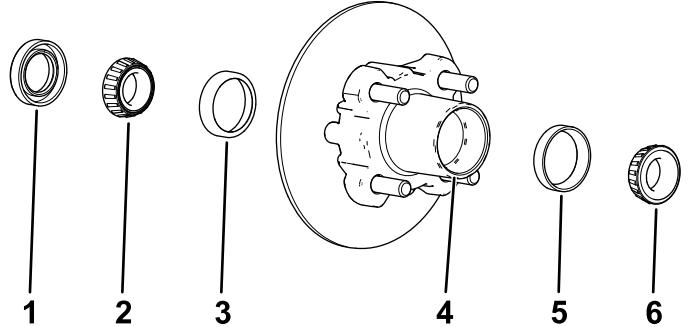

Figure 41
1. Déposez le roulement extérieur et la bague de roulement du moyeu (Figure 41).
2. Déposez le joint et le roulement intérieur du moyeu (Figure 41).
5. Éliminez la graisse, la saleté et les débris déposés à l'intérieur de la cavité du moyeu (Figure 41).
7. Remplissez la cavité du moyeu de 50 à 80 % environ avec la graisse spécifiée (Figure 41).
8. Assemblez le roulement intérieur sur la bague sur le côté intérieur du moyeu et montez le joint (Figure 41).